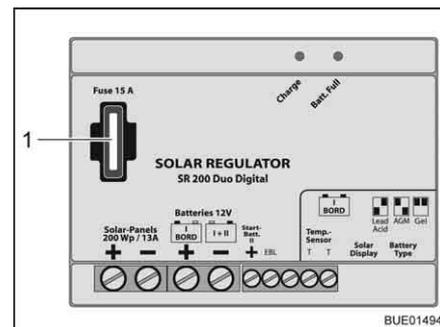

Bild 118 Sicherung Solar-Laderegler 200 W
- Flachsicherung 15 A/blau (Bild 118,1) wechseln.